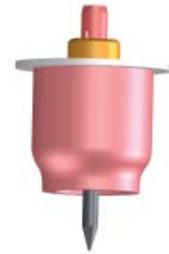

Abb. 5.4 - Gaslinse des „Typs P“
- Die Gaslinse des „Typs P“ klein und kurz (Abb. 5.4)